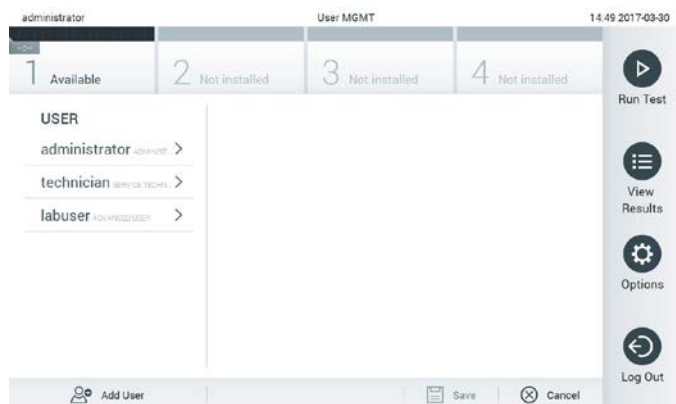

図 51. ユーザー管理画面。
1. **Options**（オプション）ボタン、次に **User Management**（ユーザー管理）ボタンを押して、ユーザーを設定します。ディスプレイのコンテンツエリアに **User Management**（ユーザー管理）画面が表示されます（図 51）